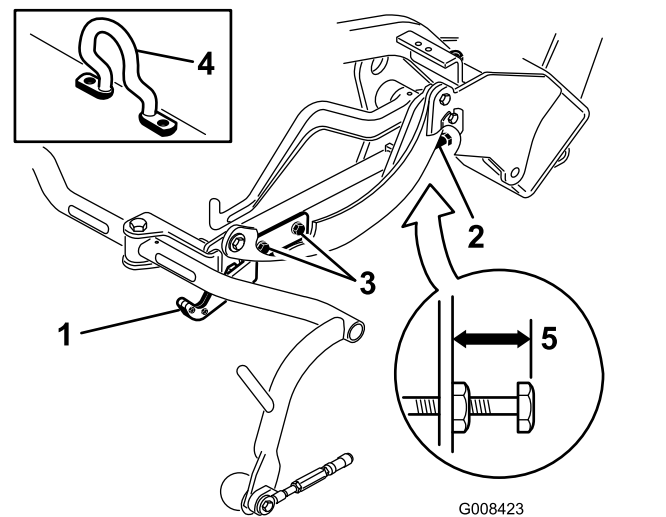

**Figura 12**
- Coloque un trozo de cinta blanca o pinte una raya en cada recogedor, paralelo al borde exterior de cada uno (Figura 12).